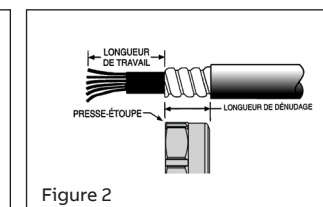

Figure 2
- Dans la préparation du câble, assurer une longueur de dénudage égale à la longueur du presse-étoupe. Consulter le tableau pour la longueur appropriée. (Figure 2)